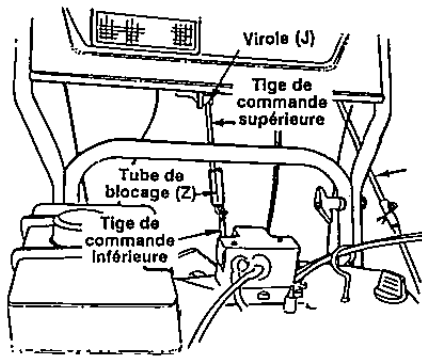

FIGURE 11
- Glissez le tube de blocage (Z) sur l'extrémité fileté de la tige de commande supérieure.
- Vissez la virole (J) sur l'extrémité fileté de la tige de commande.
- Maintenez les tiges de commande supérieure et inférieure avec la goupille fendue (G) et faites glisser le tube de blocage, comme à la figure 11.